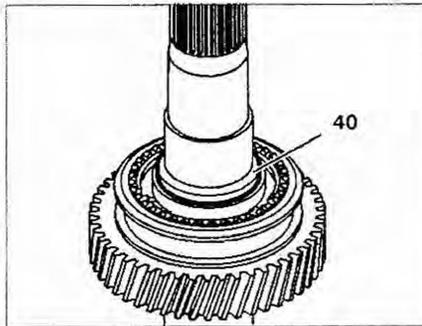

Рис. 4.41. Снимите стопорное кольцо 40.
21. Снимите стопорное кольцо 40 (рис. 4.41).